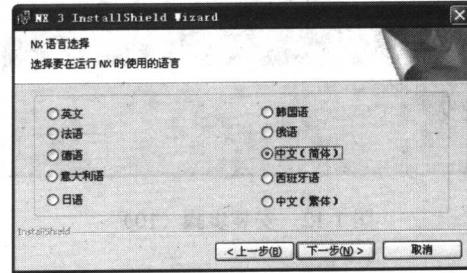

图 1-17 安装步骤 (15)
(22) 单击【下一步】按钮，选择软件使用语言，如图 1-17 所示。